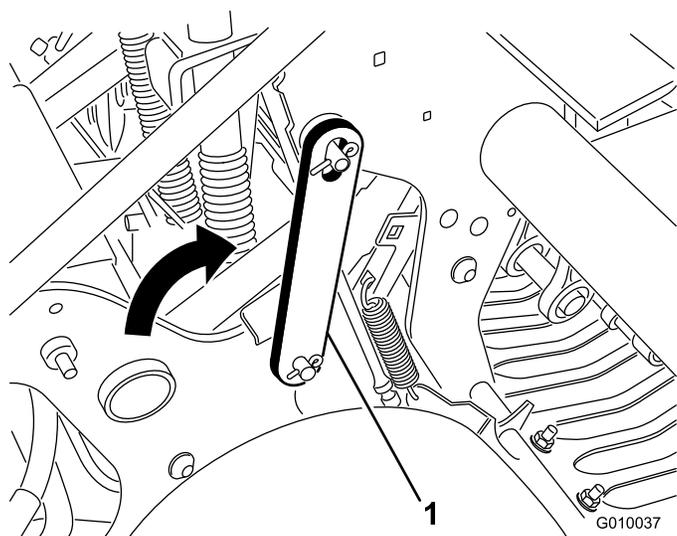

Рисунок 21
4. Поверните вспомогательную защелку назад и наденьте ее на палец вала аэратора (Рисунок 21). Закрепите соединение с помощью стопорного кольца.